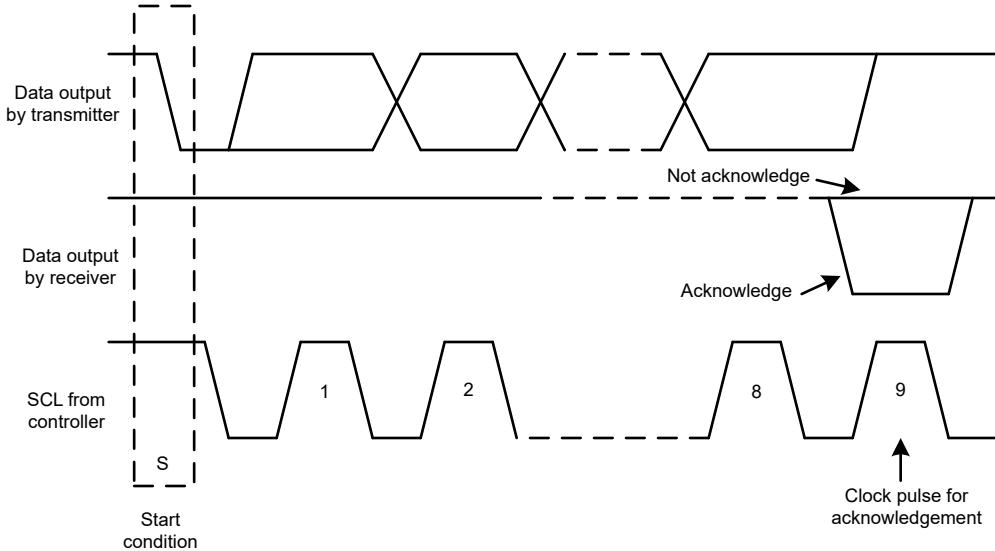
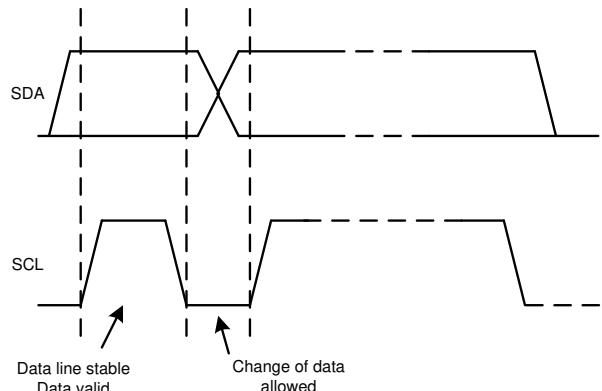

図 6-13. I2C バスのアクノリッジ(受信確認)とアクノリッジなし
図 6-15. I2C バスのビット転送
指定のタイミング信号を除いて、I2C インターフェイスではシリアルバイトを扱います。各バイトの最後に、9 回目のクロックサイクルで確認応答信号が生成および検出されます。アクノリッジ (受信確認) は、9 回目のクロックサイクルの High 期間中 SDA ラインを Low にすることで行われます。アクノリッジなしは、図 6-13 に示すように 9 回目のクロックサイクルの High 期間中 SDA ラインを High のまま保持することで行われます。
2. 次に、コントローラは SCL パルスを生成し、7 ビットのアドレスと読み取り/書き込み方向ビット (R/W) を SDA ライン上で送信します。すべての送信中、コントローラはデータが有効であることを確認します。有効なデータ条件では、図 6-15 に示すように、クロックパルスのハイ期間全体にわたって SDA ラインが安定している必要があります。すべてのデバイスは、コントローラによって送信されたアドレスを認識して、そのアドレスを内部の各固定アドレスと比較します。図 6-13 に示すように、一致するアドレスを持つターゲットデバイスだけが、9 番目の SCL サイクルのハイ期間全体にわたって SDA ラインをローにすることで、アクノリッジを生成します。コントローラがこのアクノリッジ(受信確認)を検出すると、ターゲットとの通信リンクが確立されます。